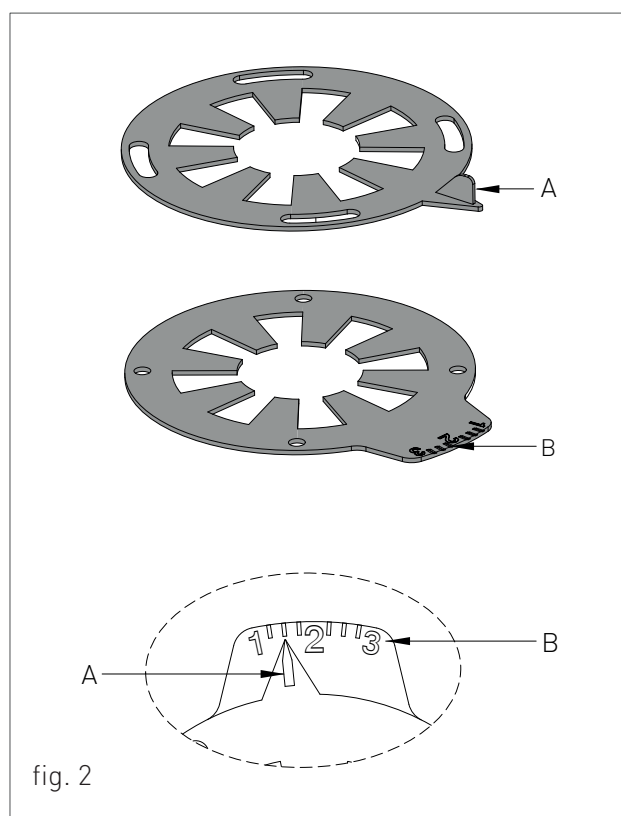

fig. 2
Per effettuare la regolazione dei diaframmi procedere nel seguente modo (vedi fig.2):
- › Spostare l'indice di riferimento (A-fig.2) scorrendo sull'indice graduato (B-fig.2) secondo la regolazione da effettuare;